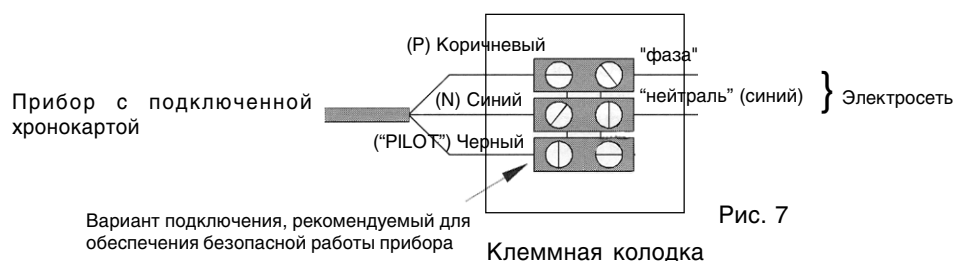

Рис. 7
* Подключение к линии передачи сигналов "PILOT" отсутствует (смотри Рис. 7)